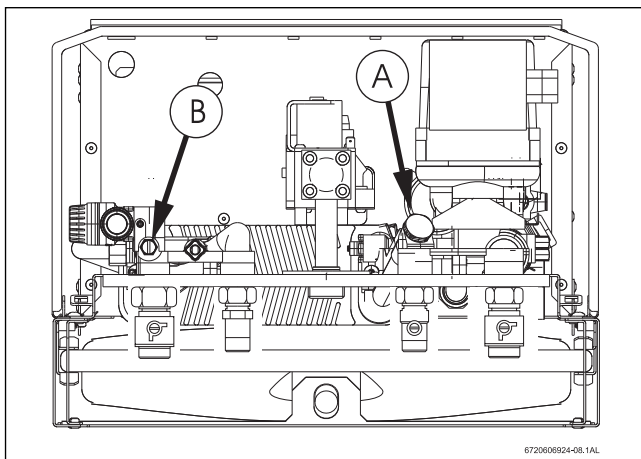

Fig. 27
- ▶ Desapertar o tampão (Fig. 27 , Pos. A).
- ▶ Desaparafusar o parafuso de purga (Fig. 27 , Pos. B).